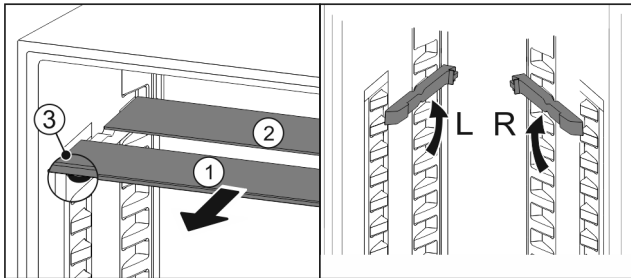

Fig. 28
- ▶ Sortir les tablettes par l'avant Fig. 28 (1).
- ▷ La tablette en verre Fig. 28 (1) avec bordure décorative est située à l'avant.
- ▷ Les butées Fig. 28 (3) sont orientées vers le bas.